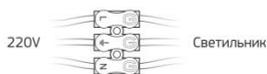

Рисунок 3 - Подсоединение проводов питания к самозажимной клемме.
5.3. Подсоедините провода питания к соединительной самозажимной клемме светильника Geniled (Рисунок 3). При подключении необходимо соблюдать полярность подключения. Не допускается производить обрыв нейтрального проводника.